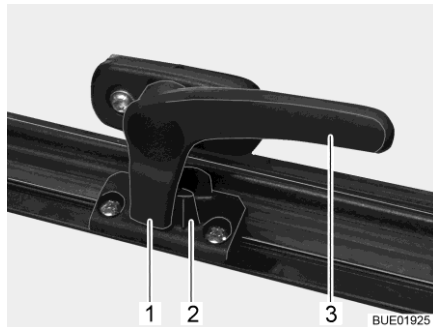

Fig. 16 Levier de verrouillage en position "Fermé"
- Tourner le levier de verrouillage (Fig. 16,3) d'un quart de tour vers le centre de la fenêtre.
- Tourner le levier de verrouillage (Fig. 16,3) d'un quart de tour vers le cadre de la fenêtre. Le tenon de verrouillage (Fig. 16,1) se trouve sur le côté intérieur du verrouillage de fenêtre (Fig. 16,2).
- En position "Fermé" (Fig. 16).